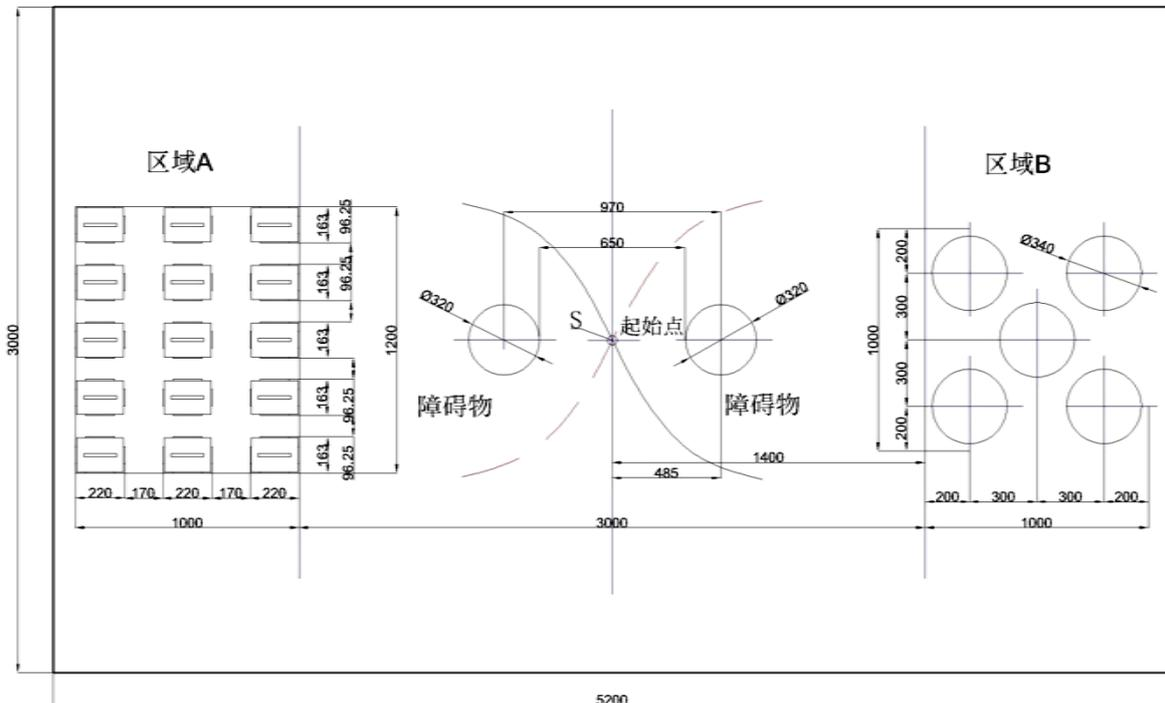

图 6 搬运场地区域划分图（图中尺寸单位：mm）
从 A 区域搬运到 B 区域，两者间距为 3000mm，货物在搬运过程中必须沿 S 形路线（如图 6 搬运场地区域划分图中黑色粗实线或者红色虚线所示）绕过两障碍物，货物必须从两障碍物中间通过，且货物顶部离地高度不得超过障碍物高度，若比赛过程中撞倒障碍物或者将障碍物推离原来位置 50mm，比赛结束，搬运场地布置如图 6 所示，起升机构从 B 区域到 A 区域没有路线要求。
- 4) 比赛起始点为如图6所示的两S形曲线的交叉点S,钩头离地10mm~20mm,且钩头中心对准S点。